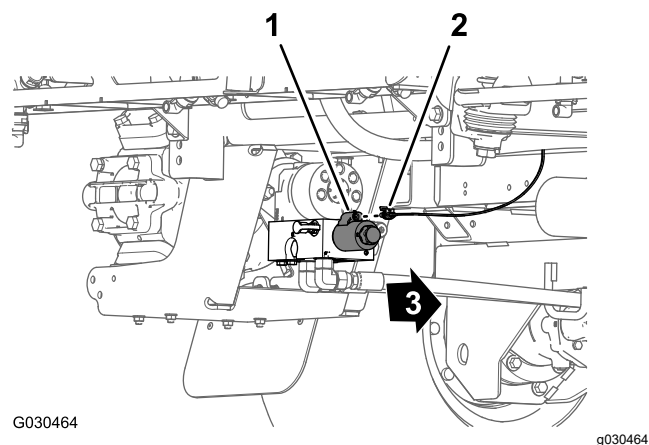

Рисунок 27
6. В задней части машины, во внутренней зоне насоса опрыскивателя отсоедините 2-гнездовой разъем главного заднего жгута проводов от 2-штыревого разъема реле насоса (Рисунок 27).